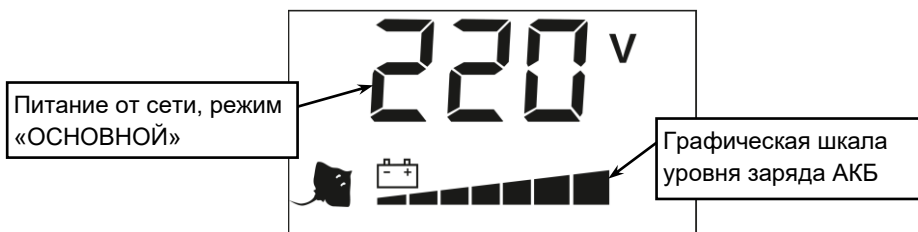

Рисунок 3 — Дисплей, режим «ОСНОВНОЙ».
— — — — При наличии напряжения питающей сети в пределах допустимого диапазона (см. п.2 таблицы 1) изделие питает нагрузку от источника входного сетевого электропитания и осуществляет заряд или поддержание заряда внешней АКБ. На передней панели светятся индикаторы «СЕТЬ» и «ВЫХОД». На дисплее отображается соответствующая информация (см. рисунок 3).
- При наличии входного сетевого напряжения в допустимом диапазоне (см. п.2 таблицы 1), изделие подаст напряжение на нагрузку в режиме «ОСНОВНОЙ», на дисплее отобразится сообщение «220v» (см. рисунок 3), индикатор «АКБ» погаснет, индикатор «СЕТЬ» включится.